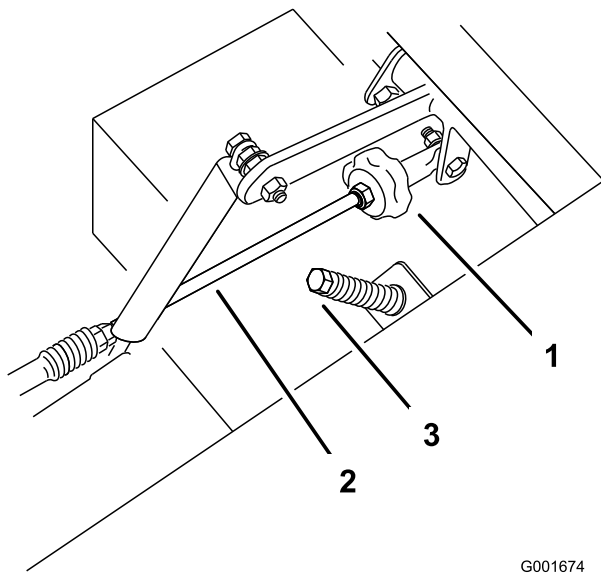

Figure 58
2. Réglez la longueur de la tige de pompe en tournant le bouton dans le sens voulu, jusqu'à ce que la roue soit immobilisée ou tourne légèrement en marche arrière (Figure 58).